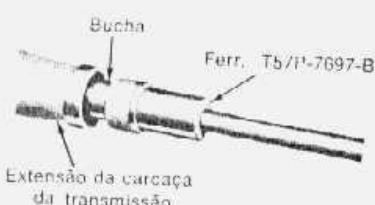

fig. 32 — instalação da bucha da extensão da carcaça da transmissão
1. Quando instalar uma bucha nova, usar a ferramenta especial mostrada na fig. 32.